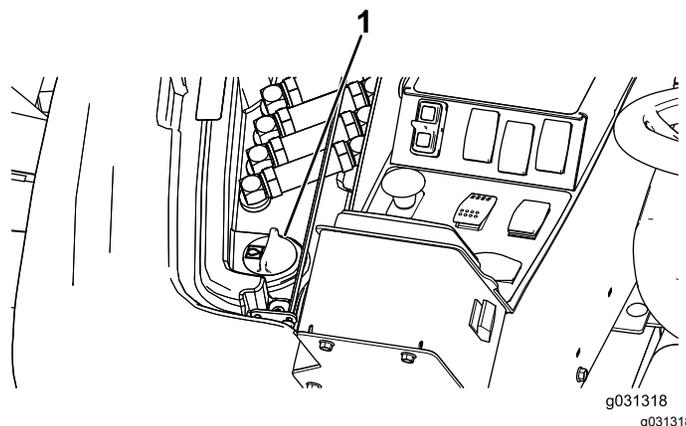

図 133
- 機体右側のアクセスカバーを開くと油圧タンクのキャップがある **図 133**。
- 油圧オイルタンクの注油口周辺をきれいに拭き、キャップ **図 133** を外す。